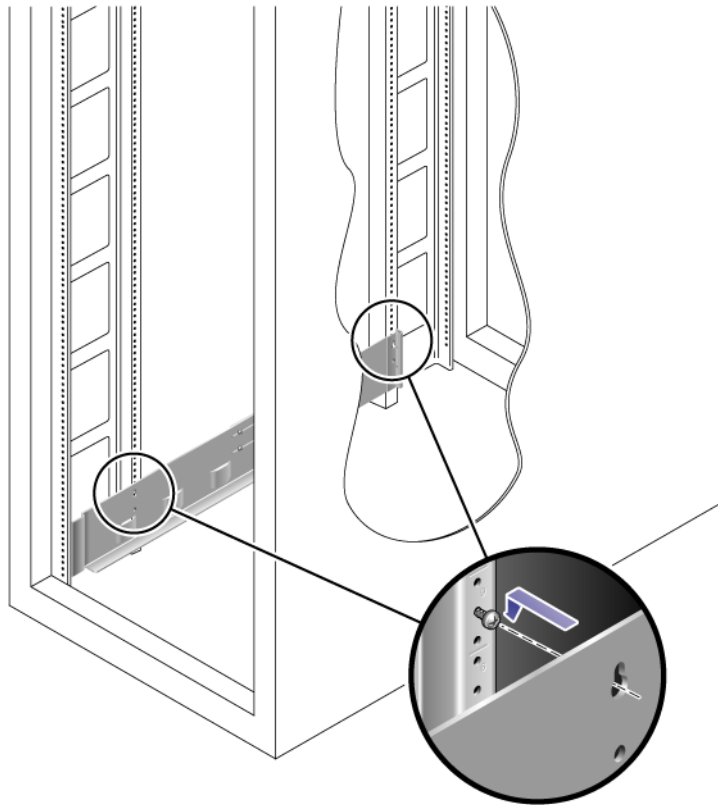

FIGURE 2-21 Fixation du rail
2. Accrochez le rail en alignant les ouvertures larges du rail sur les vis avant et arrière, puis abaissez le rail afin de placer chacune des vis en haut de l'ouverture (voir FIGURE 2-21).